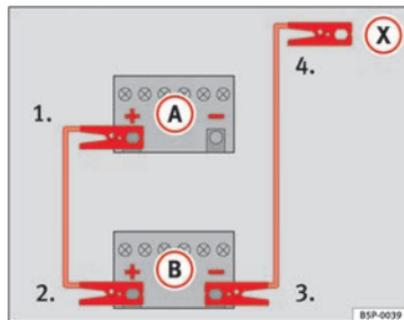

Fig. 230 Esquema de conexión para vehículos sin sistema Start Stop.
- Emborne un extremo del cable *rojo* de emergencia al polo positivo (+) del vehículo con la batería descargada (A) ⇒ fig. 230.
- Emborne el otro extremo del cable *rojo* de emergencia al polo positivo (+) del vehículo que suministra la corriente (B).
- Emborne un extremo del cable *negro* de emergencia al polo negativo (-) del vehículo que suministra la corriente (B) ⇒ fig. 230.
- Emborne el otro extremo del cable *negro* de emergencia (X), en el vehículo con la batería descargada, a una pieza de metal maciza que vaya atornillada al bloque motor o al mismo bloque motor pero más alejado posible de la batería (A).